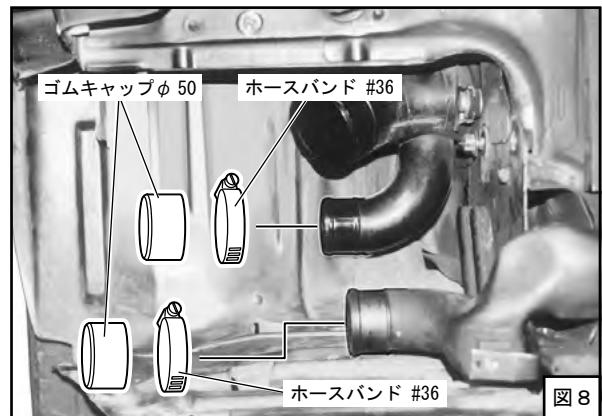

図 8
(1) ゴムキャップ ϕ 50 を取付けてください。 (図 8)